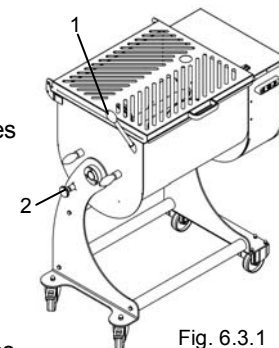

Fig. 6.3.1
- Tener la tina en posición horizontal cogiendo la empuñadura de la varilla de vuelco "1" Fig. 6.3.1.
- Tirar del botón de bloqueo de la pila "2" Fig. 6.3.1.
- Después de haberla desbloqueado, es posible volcar la tina tirando la perilla de vuelco "1" Fig. 6.3.1.